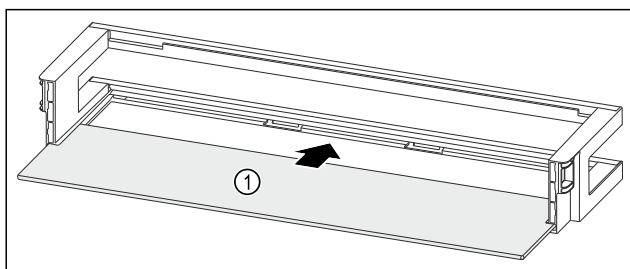

Fig. 92 Dveřní přihrádka s odkládací plochou
- Odkládací plochu Fig. 92 (1) zasuňte do bočních vybrání.